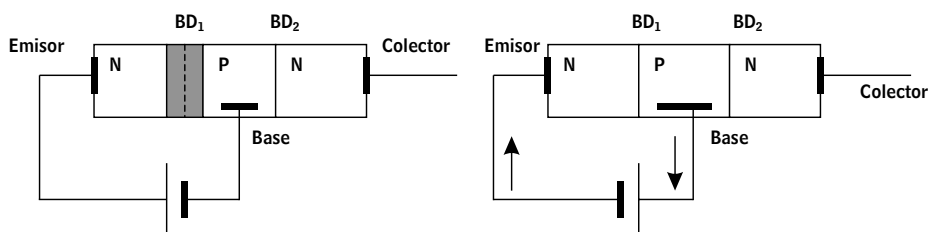

Figura 7.5. Transistor “npn”. Banda depleción Emisor-Base.
**Teoría de semiconductores.** Supóngase un transistor NPN (figura 7.5) al que se le aplica entre emisor (cristal N) y base (cristal P) una tensión cuyo potencial negativo queda aplicado a la base. La zona  $BD_1$  de la unión emisor-base adquiere un valor de resistencia elevada, y la corriente a través del cristal será por tanto muy pequeña.
Si se polariza directamente, la unión  $BD_1$  adquiere un valor de resistencia muy bajo, por lo que circula una elevada corriente a través del cristal (figura 7.5 derecha).